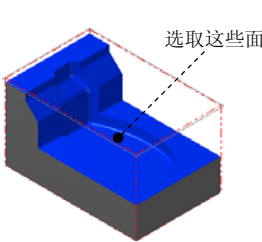

图 3.9 选取加工面
(1) 选取加工面。在图形区中选取图 3.9 所示的所有面 (共 35 个面), 然后按 Enter 键, 系统弹出“刀具路径的曲面选取”对话框。